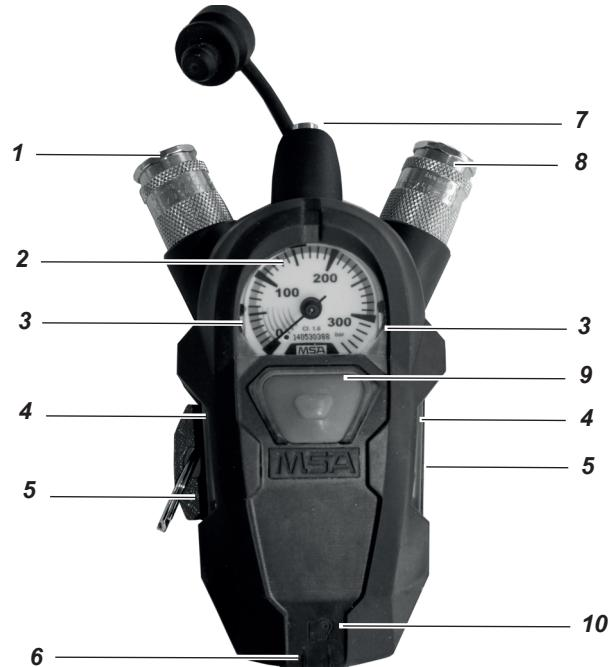

Fig. 1 Overzicht SingleLine SCOUT
De SingleLine SCOUT (zie Fig. 1) is aangesloten op het uiteinde van de SingleLine van een van toepassing zijnde MSA SCBA. Het toestel bestaat uit de manometer (2), de koppeling voor de ademautomaat (8) en eveneens uit een akoestische waarschuwingstoestel (7) (signaalfuitje). Het activeert een continu waarschuwingssignaal wanneer de cilinderdruk daalt onder  $55 \pm 5$  bar. De tweede aansluiting (1) verbindt een tweede ademautomaat (bijv. Reddingskit of RespiHood).